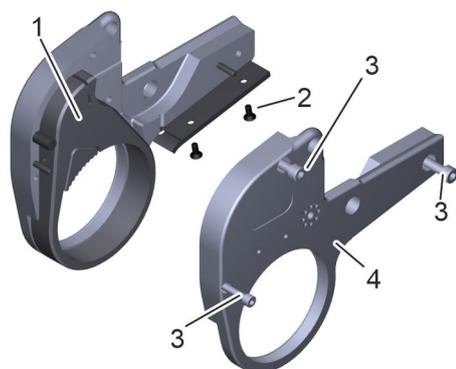

Рис. 23: Трещоточная головка
7. ➔ Отпустить винты (Рис. 23/3) и снять крышку.
⇒ Храповый рычаг (Рис. 23/1) становится доступным.
- 10.** Убедиться, что храповый рычаг правильно расположен в корпусе трещоточной головки. Закрыть крышку и закрепить ее винтами (Рис. 23).
- 11.** Установить опорную пластину и закрепить ее винтами (Рис. 23).